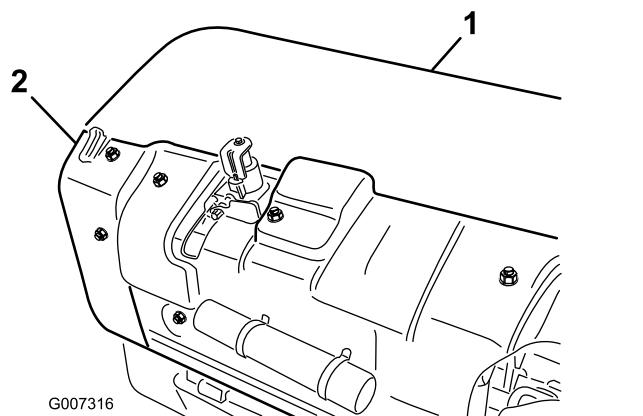

Figure 36
1. Déposez le couvercle arrière de la tête d'aération (Figure 36).
- Retirez les boulons de fixation du protège-poulie et déposez celui-ci (Figure 36).